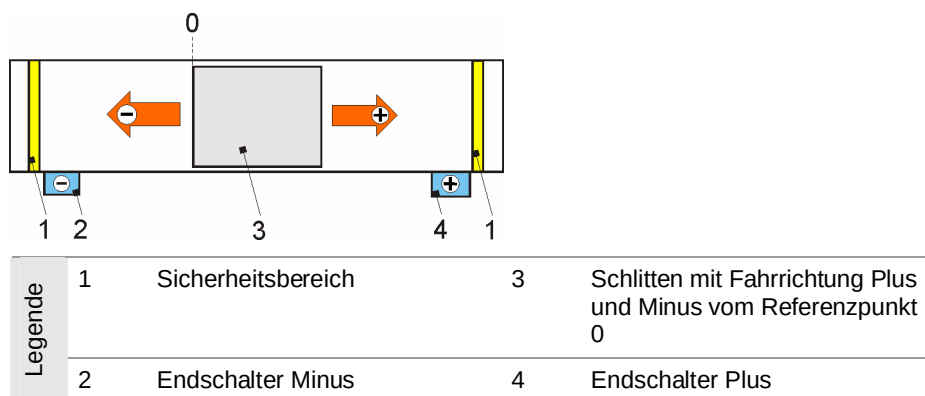

Bild 7: Beispiel Verfahr- und Endschalter-Beschaltung
2. Die Drehrichtung des Motors prüfen. Sie muss die Sicherheits-Endschalter berücksichtigen (Bild 7). Ggf. die Drehrichtung des Motors ändern.